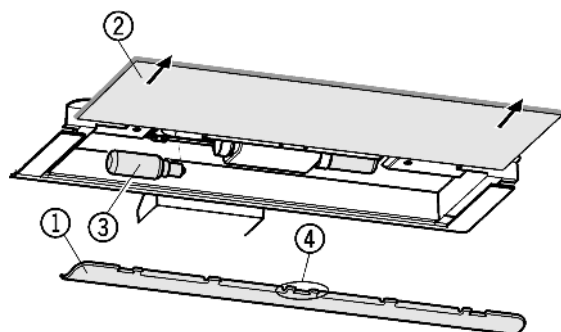

Fig. 17
- ▶ Zdjąć przestonę Fig. 17 (1): włożyć palec pod przestonę i wyczepić ją.
- ▶ Wyciągnąć płytkę szklaną Fig. 17 (2).
- ▶ Wymienić żarówkę Fig. 17 (3).
- ▶ Założyć z powrotem przestonę: zaczepić po prawej i po lewej stronie uważając, aby haczyk Fig. 17 (4) chwycił płytkę szklaną.